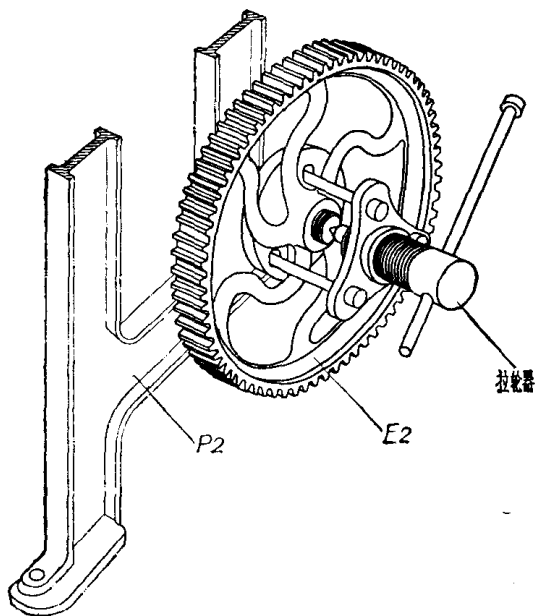

图2 用拉轮器拆卸踏盘轴齿轮
8. 拆卸踏盘轴齿轮时,可用拉轮器拆下,如图 2 所示。用同样方法拆卸投梭盘 *F8*。拆下的键 *F10* 宜放在工具箱的小盒中,以免散失。如用拉轮器一时拉不出,可先把机件向外